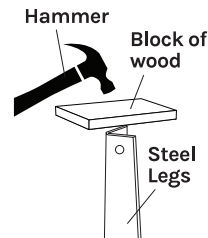

Fig. 2
- Use a hammer and a block of wood to drive each leg into the tapered socket until it is secure (see Fig. 2).
- À l'aide d'un marteau et d'un bloc de bois, enfoncez chaque pied dans la douille conique jusqu'à ce qu'il soit bien fixé (voir la fig. 2).